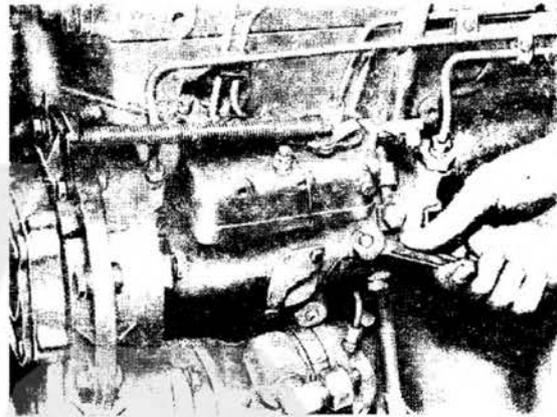

Рис. 26 Удаление воздуха из топливного насоса высокого давления
2. Развинтить на несколько витков пробку для удаления воздуха на топливном насосе высокого давления (рис.26).
3. Развинтить на несколько витков болт для удаления воздуха 1(рис. 26) на топливном фильтре.